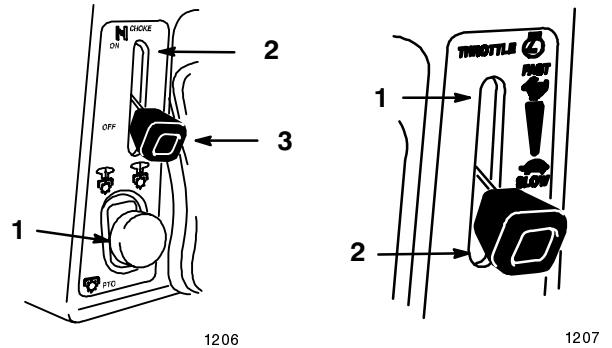

Bild 3
- Schieben Sie den Zapfwellenhebel auf "AUS" (Bild 3).
- Stellen Sie den Chokehebel auf "EIN" (Bild 3).